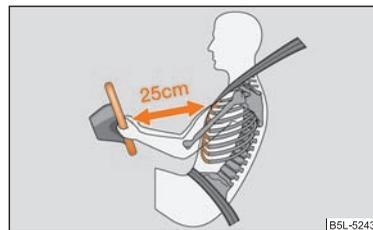

Fig. 136 Distanza di sicurezza dal volante
- È importante che il conducente e il passeggero anteriore mantengano una distanza di almeno 25 cm dal volante e dalla plancia ⇒ fig. 136. Se non si rispetta questa distanza minima, il sistema airbag non può proteggere - pericolo di morte! Inoltre, i sedili anteriori e i poggiatesta devono sempre essere regolati in funzione della statura degli occupanti.